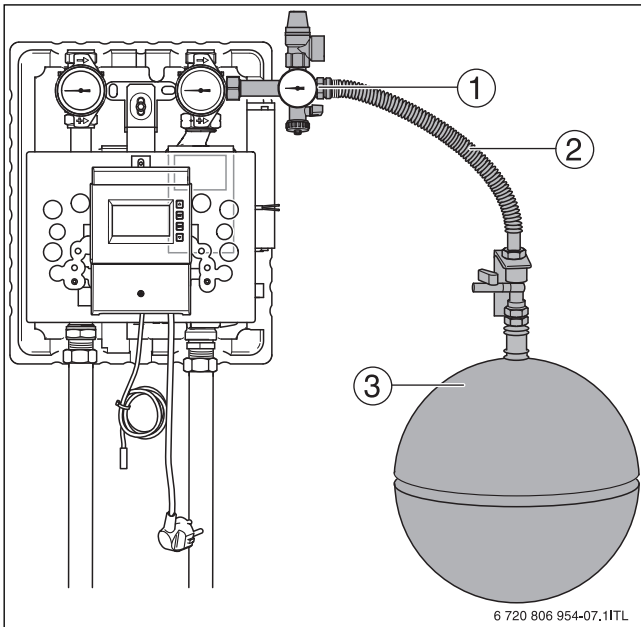

Bild 13 Ausdehnungsgefäß anschließen
- Ausdehnungsgefäß (→ Bild 13, [3]) an der Wand befestigen.